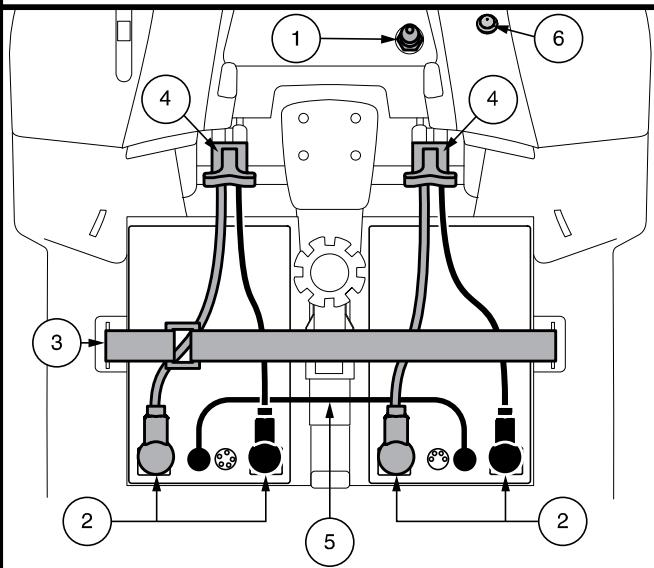

Figura 12. Rimozione della batteria/ installazione di terminali e connessioni
3. Collegare le connessioni telaio anteriore-posteriore. Staccare entrambi i connettori della batteria tirandoli fuori dalla morsettiera. **Vedere figura 12.**
6. Posizionare la batteria nuova nell'alloggiamento corrispondente. Orientare i poli di ciasuna batteria in direzione opposta al sellino con il polo positivo (+) e negativo (-) posizionati come illustrato nella **figura 12**.
AVVERTIMENTO! Di fronte a una situazione di emergenza, le batterie possono essere scollegate rapidamente tirando IN AVANTI la fascetta di scollegamento della batteria di emergenza. Fai attenzione. Tenere presente che l'interruzione dell'alimentazione allo scooter può causare l'arresto improvviso dello scooter. Per rilasciare l'arresto di emergenza e ripristinare la capacità di guida dello scooter, rimuovere il sedile e la copertura della batteria e ricollegare il connettore della batteria come mostrato nella Figura 12.
NOTA: se in dotazione, assicurarsi che l'interruttore di disconnessione della batteria sia in posizione "on" (-) prima di caricare la batteria del veicolo. La batteria NON si caricherà se l'interruttore di scollegamento della batteria è in posizione "off" (0). Vedere la figura 12.
AVVERTIMENTO! Di fronte a una situazione di emergenza, le batterie possono essere scollegate rapidamente premendo l'interruttore di scollegamento della batteria in posizione "off", che farà scattare il pulsante. Fai attenzione. Tenere presente che lo spegnimento dello scooter potrebbe causare l'arresto improvviso dello scooter. Per rilasciare l'arresto di emergenza e ripristinare la capacità di guida dello scooter, premere nuovamente il pulsante di scollegamento della batteria, portandolo in posizione "on". Vedere la figura 12.